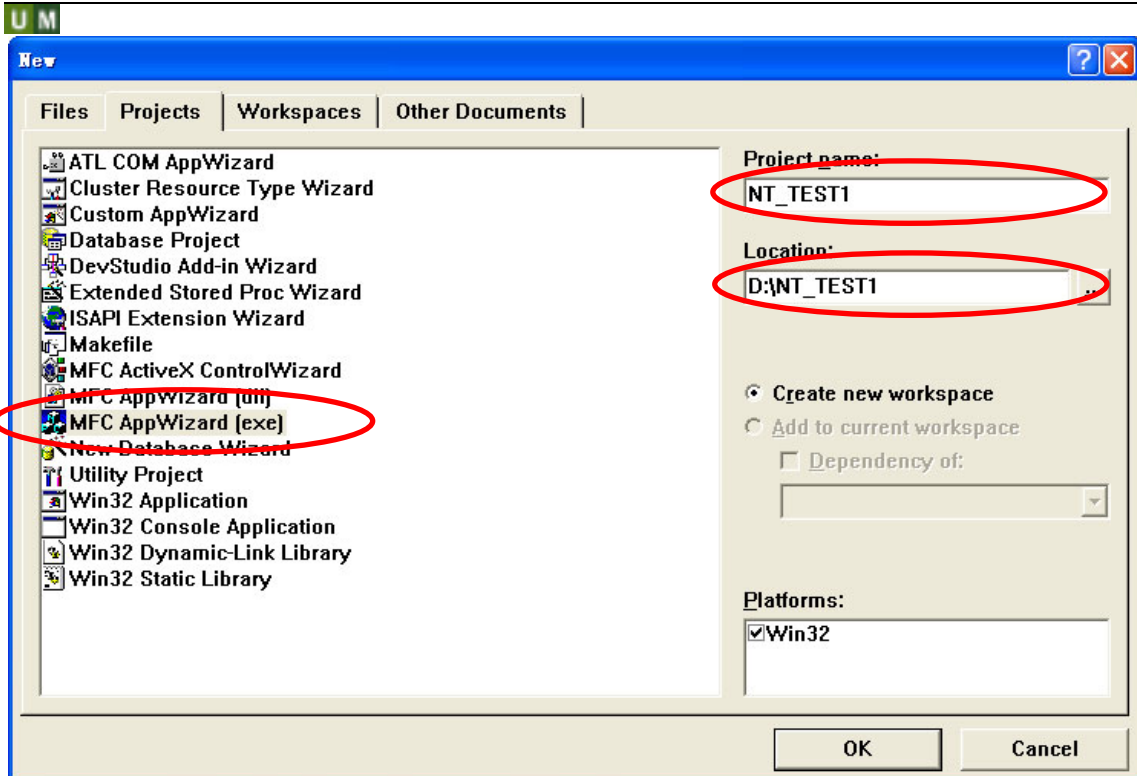
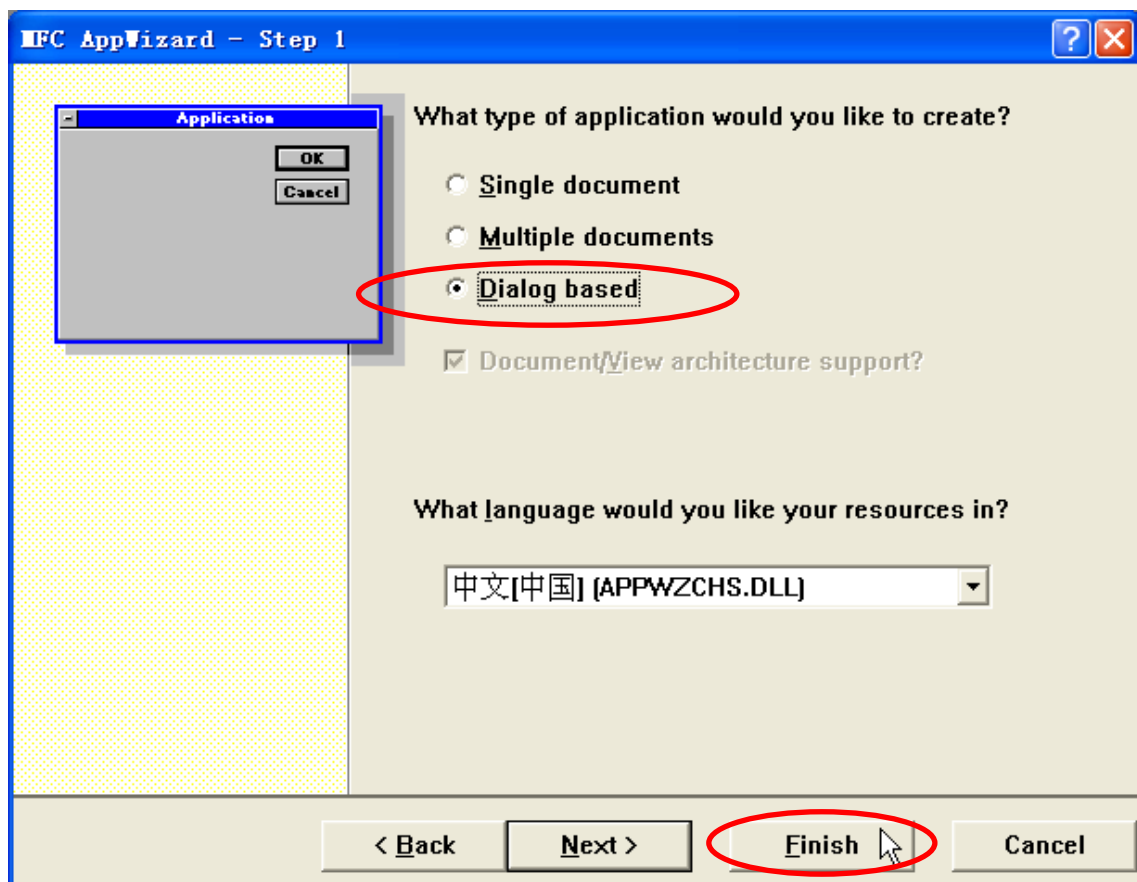

图 5.2 新建立工程 NT_TEST1
图 5.3 设置 NT_TEST1 为基于对话框的应用
(1) 启动 Visual C++ 6.0，新建立一个基于对话框的工程 NT_TEST1，工程保存路径为 D:\，如图 5.2、图 5.3 所示。